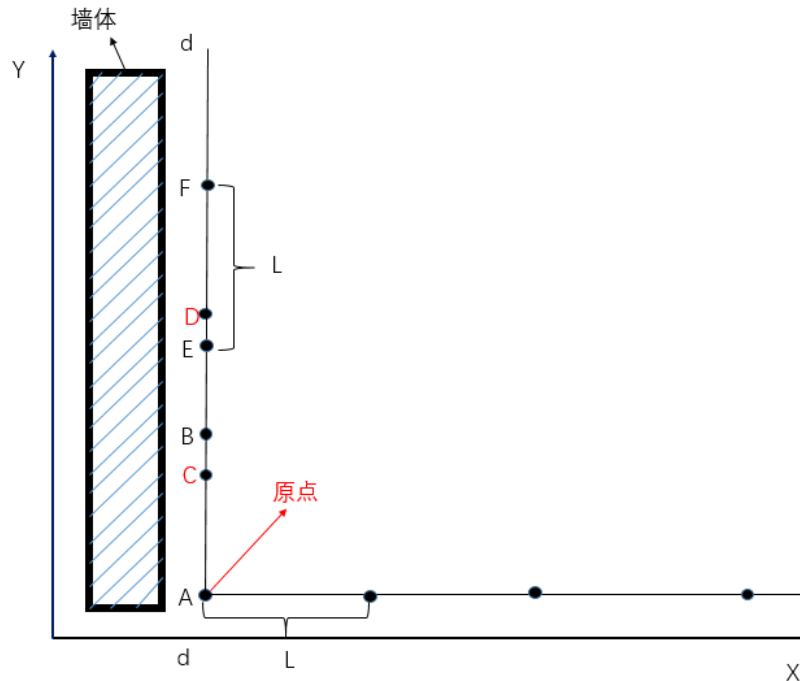

图2-13
3. 调节激光水平仪，使得一条激光与上述绘制出的坐标轴重合，则另外一条激光与坐标系的另外一条坐标轴重合，在该直线上，以 A 点为起点，每隔距离 L 处标记一个点，再通过墨斗分别弹线，则可以绘制出如图 2-13 的坐标轴。